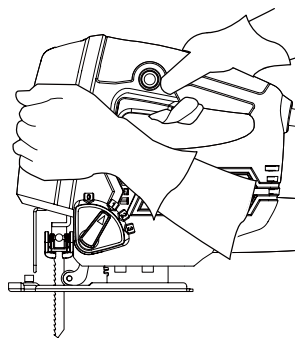

Fig. 13
- > Segure o produto com uma mão na pega (4) e com a outra mão na superfície de aperto (19). Nunca coloque o produto a funcionar só com uma mão. Mantenha as suas mãos afastadas da parte inferior da peça de trabalho (Fig. 13).
- > Coloque a placa base (11) plana na peça de trabalho e desloque o produto para a frente a uma velocidade uniforme.